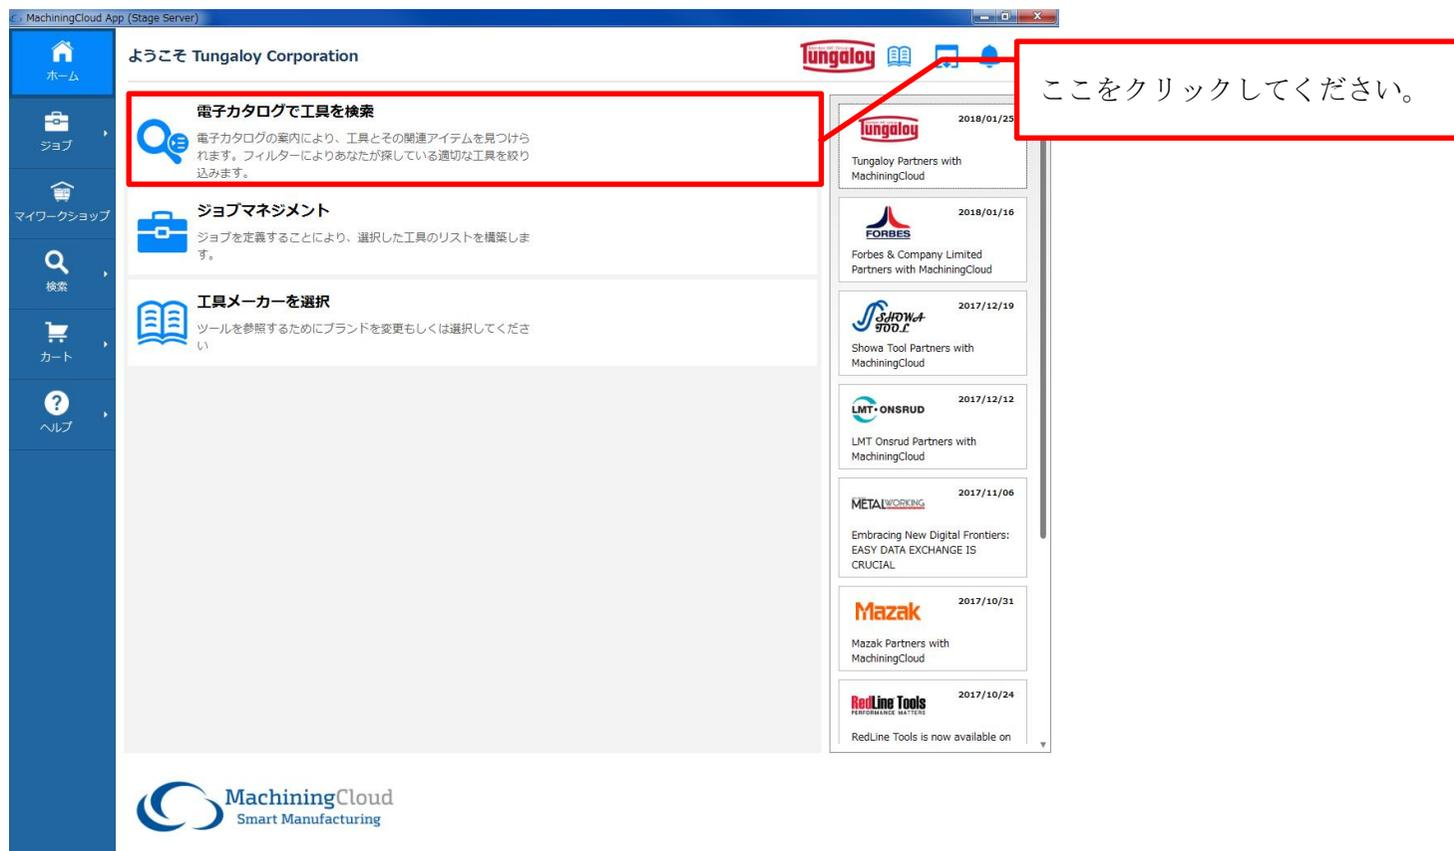

図 17 MachinigCloud スタート画面
(1) MachinigCloud スタート画面 (図 17) の「電子カタログで工具を検索」をクリックしてください。